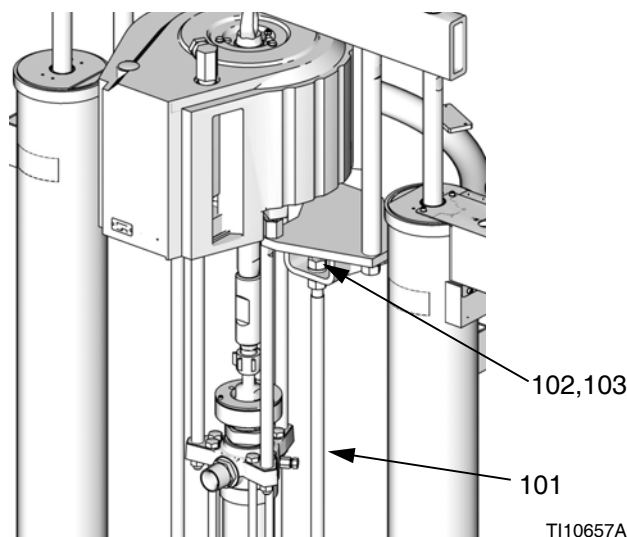

ABB. 21
entfernen. Siehe ABB. 21.
oder verstellen. Siehe ABB. 21. Wenn diese Muttern
4. Muttern (103) und Unterlegscheiben (102) am oberen Ende der Hubstangen für Folgeplatte (101) festziehen. Siehe ABB. 21.